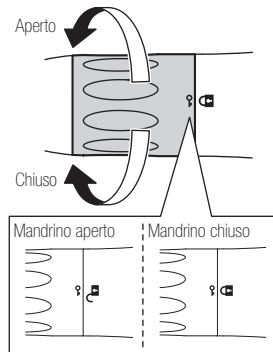

Fig. 2
- 1) Girare l'anello di bloccaggio della fresa in direzione del segno "↺" fino a che non si sente un clic. (Fig.2)